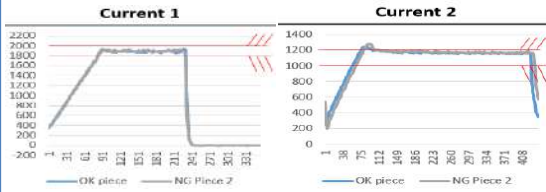

Fig. 29
2.1. El proceso de fusionado tiene 2 corrientes (Primaria y secundaria). Analizamos el comportamiento del fusionado en la máquina, para verificar si alguna de las corrientes pudiese estar provocando el defecto (Fig. 29).